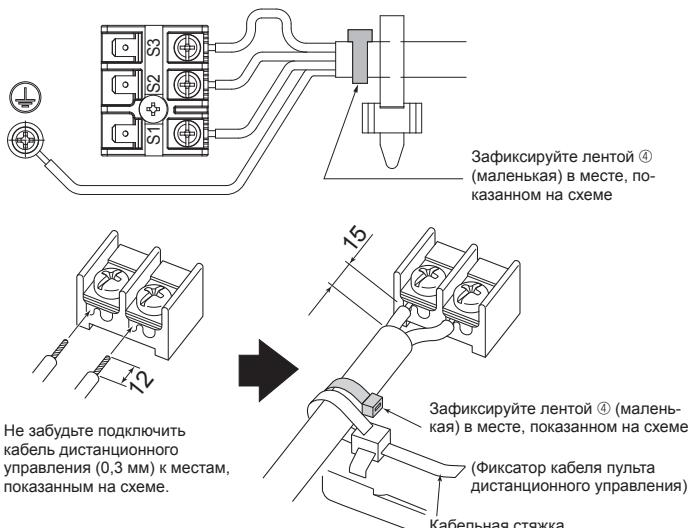

Fig. 7-5
7.2. Внутренний блок (Fig. 7-3) (Fig. 7-4) (Fig. 7-5)